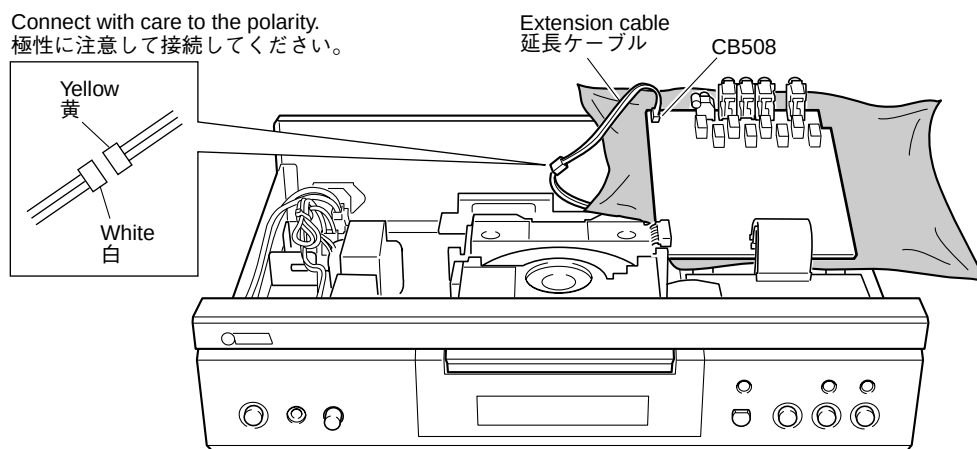

Fig. 13
Set the AUDIO P.C.B. upright with its rear panel side upward. (Fig. 13)
- Disconnect the cable connected to the AUDIO P.C.B. and then reconnect it via the following extension cable for servicing. (Fig. 13)
AUDIO P.C.B.のリアパネル側を上にして立てます。(Fig. 13)
- AUDIO P.C.B.に接続されているコネクターを一旦外し、下記のサービス用延長ケーブルを介して再度接続します。(Fig. 13)
- Replace the cables connected to the SACD P.C.B. and MODULE P.C.B. with the following extension cables for servicing. (Fig. 13)
- SACD P.C.B.およびMODULE P.C.B.に接続されているケーブルを下記のサービス用延長ケーブルに交換します。(Fig. 13)